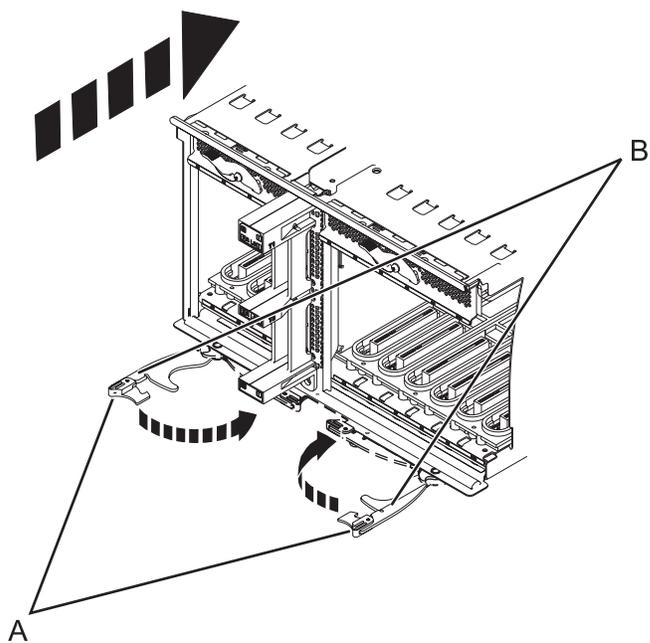

Figura 82. Instalación de la placa del sistema de E/S en un modelo montado en bastidor
9. Inserte firmemente la placa del sistema de E/S en el servidor, tal como se muestra en Figura 82 en la página 111.
10. Asegure la placa del sistema de E/S con las pestañas de bloqueo (A), como se muestra en Figura 82 en la página 111.